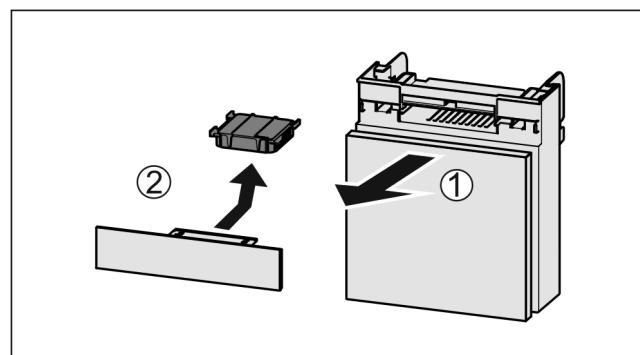

Fig. 137
- Издърпайте Fig. 137 (1) напред отделението.
- Извадете Fig. 137 (2) филтъра с активен въглен.